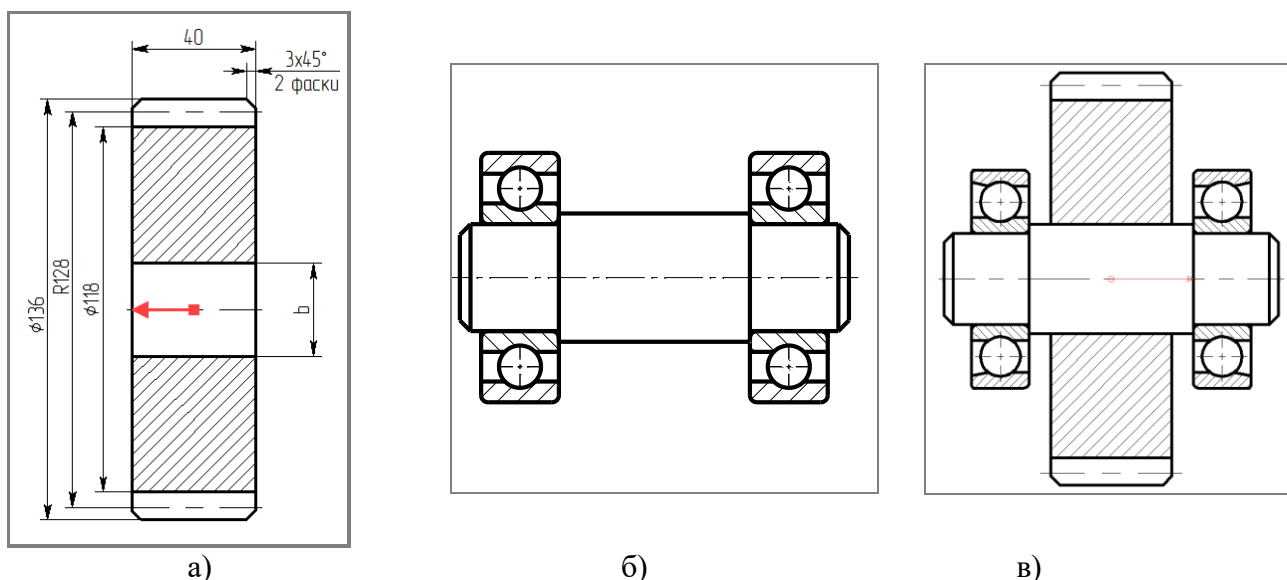

Рисунок 28 – Порядок создания фрагмента «Зубчатого колеса» и сборки
2.3.7 На полученном чертеже изображение подшипника и зубчатого колеса перекрывает изображение вала. Чтобы устранить эту ошибку, необходимо задать для фрагмента вала значение приоритета равное 1. Для этого указать мышью на фрагмент и нажать правую кнопку. В контекстном меню выбрать «Свойства», в окне «Параметры фрагмента» в поле «Приоритет:» задать значение 1. После этого необходимо перерисовать чертеж при помощи опции «» (рисунок 28в).